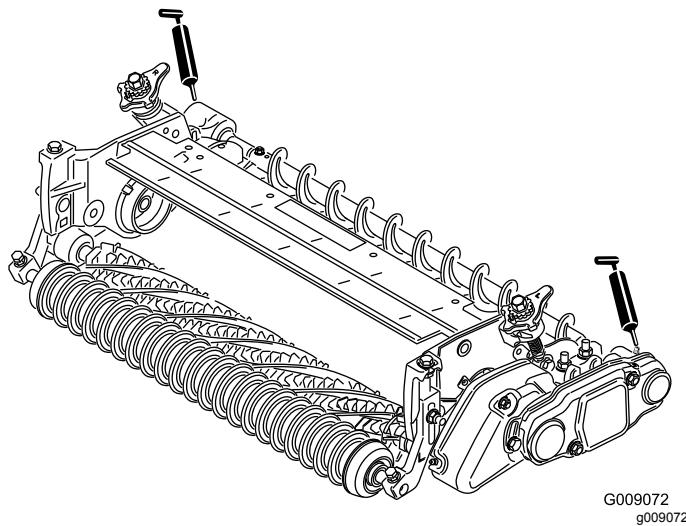

Figura 35
27. Lubrique los engrasadores situados en cada uno de los alojamientos de cojinete del cepillo del rodillo y en el resto de la unidad de corte con grasa de litio de propósito general Nº 2 (Figura 35).